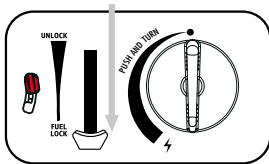
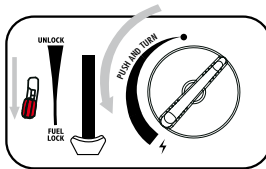

Abb. 3
Abb. 4
3. Drücken Sie den Kartuschenhebel (6) nach unten (Abb. 3) und schließen Sie die Kartuschenabdeckung.
4. Wenn Sie ein „zischendes“ Geräusch hören, ist die Kartusche nicht richtig eingesetzt worden. Versuchen Sie nicht, das Gerät zu zünden, sondern stellen Sie den Hebel (6) in die Position „UNLOCK“ und wiederholen Sie die Schritte (1-4).
5. Drücken Sie die Gasflusssicherung (Abb.4) zur Gasfreigabe nach unten.
6. Drehen Sie den Bedienknopf (8) vollständig in die Zündposition, bis er einrastet. (Abb.4) Wiederholen Sie diesen Vorgang, bis der Brenner zündet.